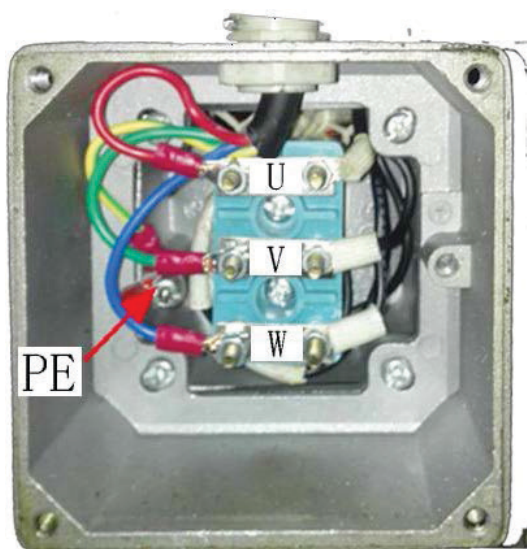

fig.10
- Connexion de la ligne électrique : Connecter la ligne électrique 380V triphasée à quatre fils (câble de 3x2,5MM²+ 1x1,5 MM²) aux interfaces U, V, W et à la borne d'entrée de l'armoire de commande, et connecter le fil de mise à la terre PE au boulon de mise à la terre étiqueté en premier lieu, puis aux boulons de mise à la terre étiquetés au bas des deux plates-formes (Fig. 10, 11).